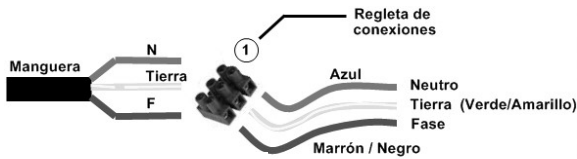

Figura 1
Dentro de la caja interna de conexiones, se encuentra una regleta de 3 conexiones (1) que conecta la manguera con el cableado interno de la luminaria según la Figura 1:
- 2.- Asegúrese que no hay tensión en el punto de conexión de la instalación. Conecte a manguera de la luminaria en la caja registro al cableado de la instalación según identificación de colores de la Figura 1.
Dentro de la caja posterior de conexiones, se encuentra una regleta de 3 conexiones (1) que conecta la manguera con el cableado interno de la luminaria según la Figura 1.
2.- Asegúrese que no hay tensión en el punto de conexión de la instalación. Conecte a manguera de la luminaria en la caja registro al cableado de la instalación según identificación de colores de la Figura 1.